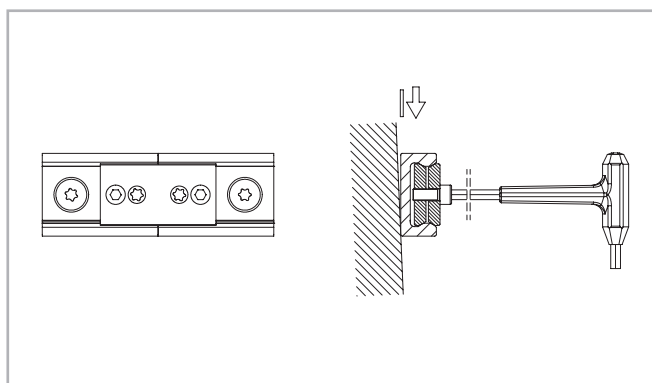

图 81
- (3) 在滑轨上使用矫直设备, 直到滑轨被校正, 一起拧紧螺栓 (见图81)。
- (4) 在步骤3之后, 必须确认滑轨的安装面也就是滑轨和安装面接触的地方是否有空隙, 如果有空隙请用垫片塞紧。